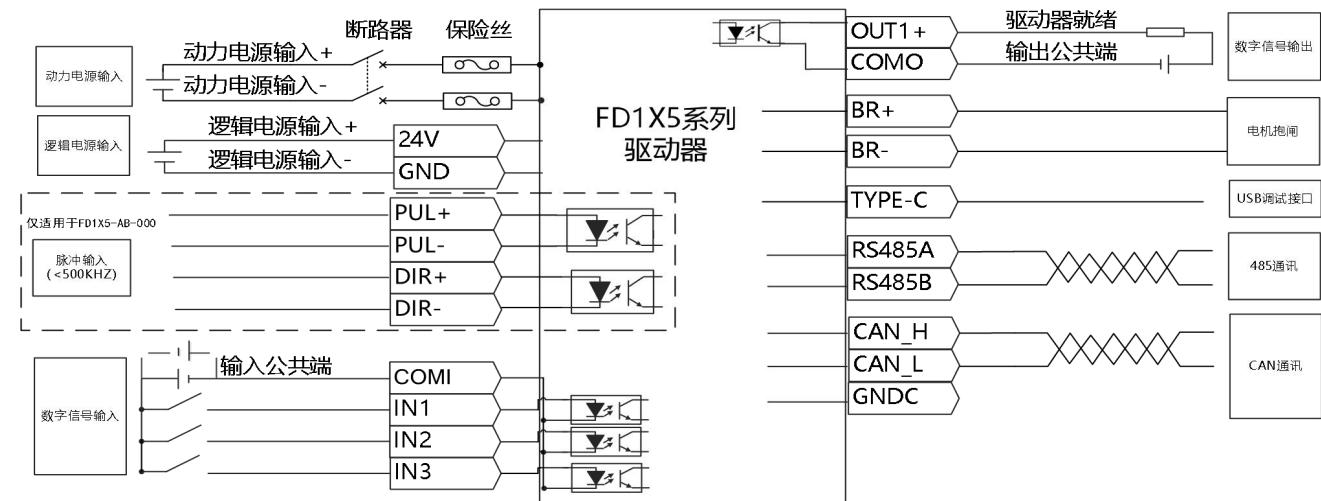

图 3-12 FD1X5 系列驱动器电气接线图
- 图 3-12 展示了 FD1X5 系列驱动器带有默认 IO 功能的接线，更多 IO 功能可以通过上位机软件来进行定义。